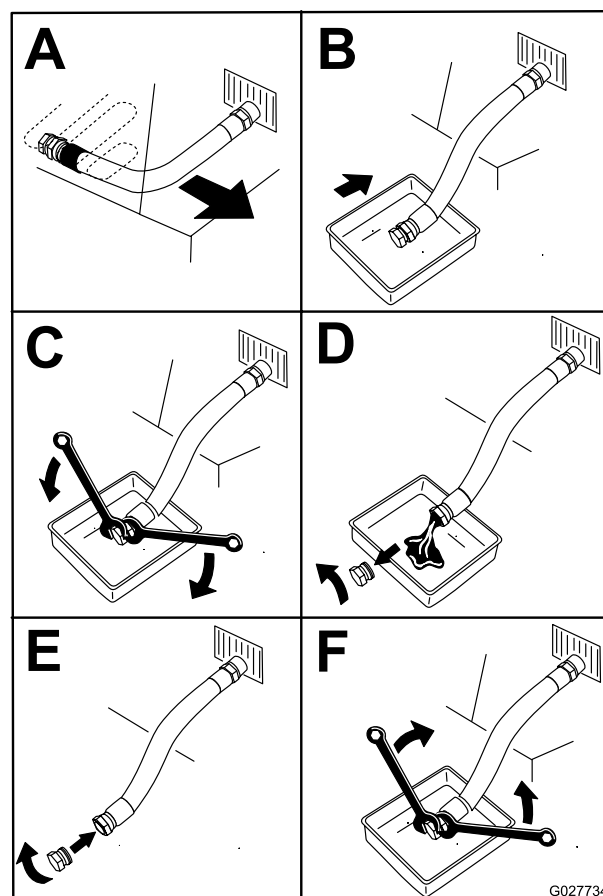

Figure 50
5. Vidangez l'huile moteur (Figure 50).